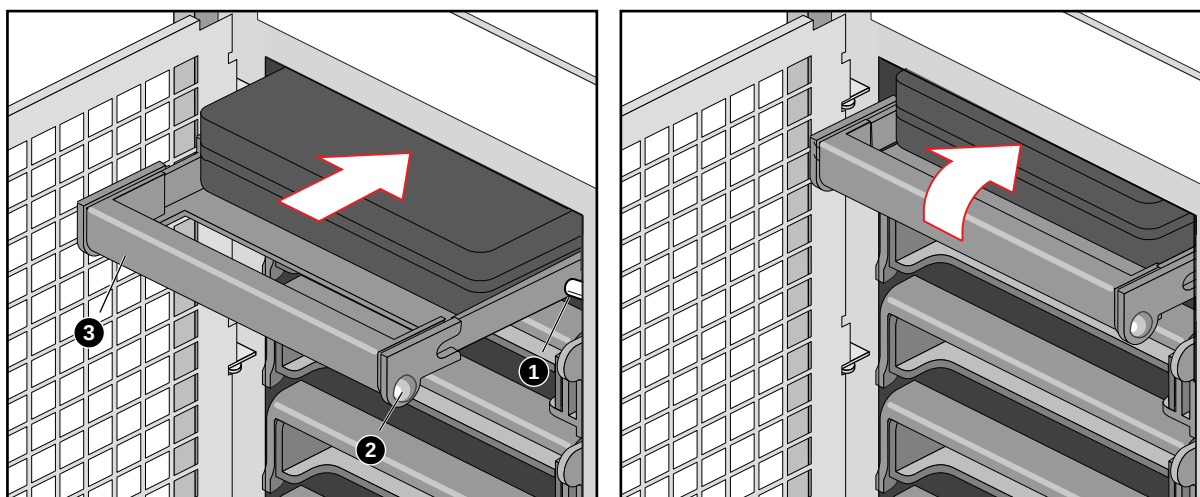

Figure 5-3 Installation d'un nouveau disque dur
9. Poussez doucement le nouveau disque dur dans la baie. Pour engager le loquet, la poignée du berceau doit être à environ 45° de la façade verticale du châssis. Lorsque vous poussez le disque dur dans la baie, les deux encoches arrondies de la poignée du berceau doivent se glisser sur les deux pattes arrondies à l'intérieur de la baie (voir Figure 5-3). Lorsque ces encoches s'engagent, poussez la poignée vers le haut pour les bloquer sur les pattes, et poussez vers la gauche la patte arrondie à droite du berceau jusqu'à ce qu'il ne dépasse plus du bord de la baie et s'enclenche en place.